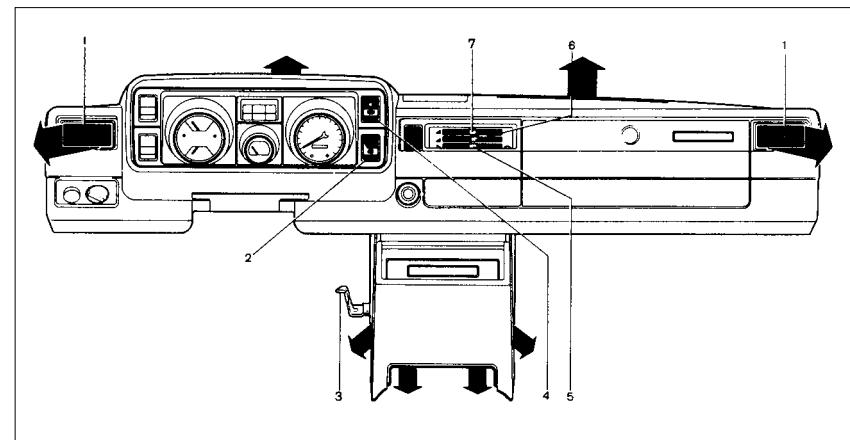

Рис. 31. Органы управления вентиляцией и отоплением салона
- через верхние сопла на панели приборов, если переместить вправо распределительный рычаг 5 (рис. 31, 32) и рычаг 6 управления крышкой люка воздухопротока;